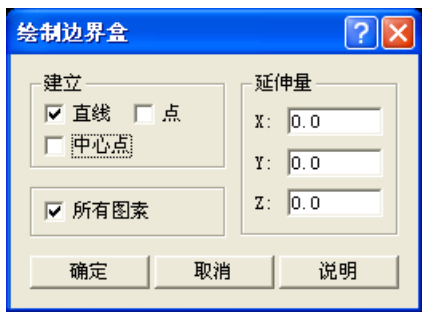

图 6-4 “绘制边界盒”对话框
- 1) 在“工作设定”菜单条里，单击“边界盒”，弹出“绘制边界盒”对话框，不勾选“中心点”，其余默认，单击“确定”，产生整个图素的边界，如图 6-4 所示。